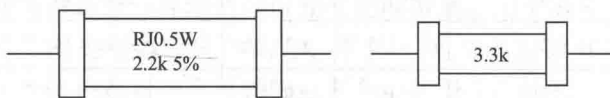
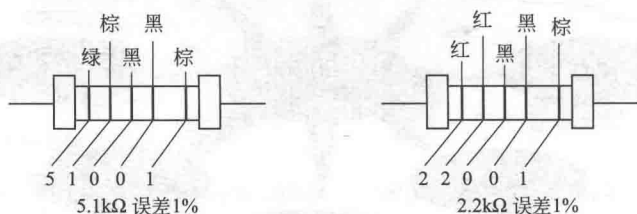

图 1-4 标称阻值的直标法
图 1-6 标称阻值的色标法
电阻器的标称值是指电阻器表面所标注的电阻值。电阻值的单位为欧姆 (Ω)、千欧姆 ($k\Omega$)、兆欧姆 ($M\Omega$)，其相互关系为： $1M\Omega = 10^3 k\Omega = 10^6 \Omega$ 。标称阻值的标注方法主要有直标法、文字符号法和色标法三种，分别如图 1-4~图 1-6 所示。
① 直标法：就是将数值直接打印在电阻器上，如图 1-4 所示。